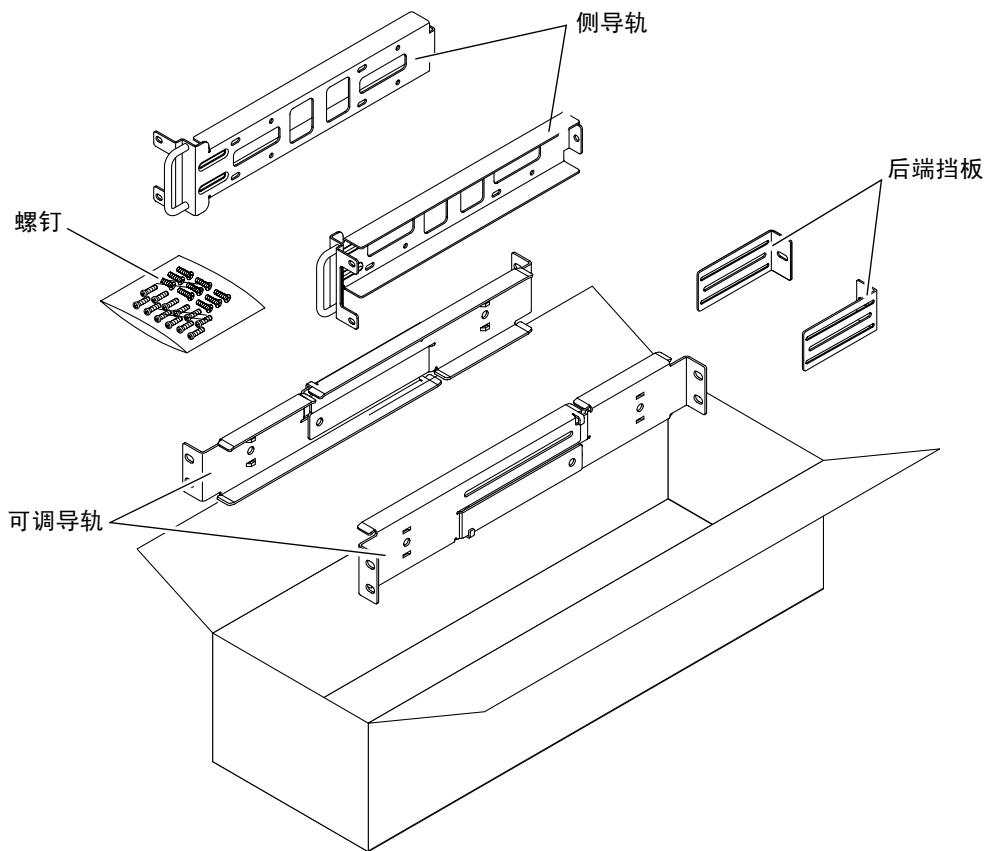

图 3-14 600 毫米四柱机架固定式安装套件中的物品
1. 从机架套件中取出可调导轨（图 3-14）。
7. 从机架套件中取出后端挡板（图 3-14）。
9. 从机架套件中取出侧导轨（图 3-14）。